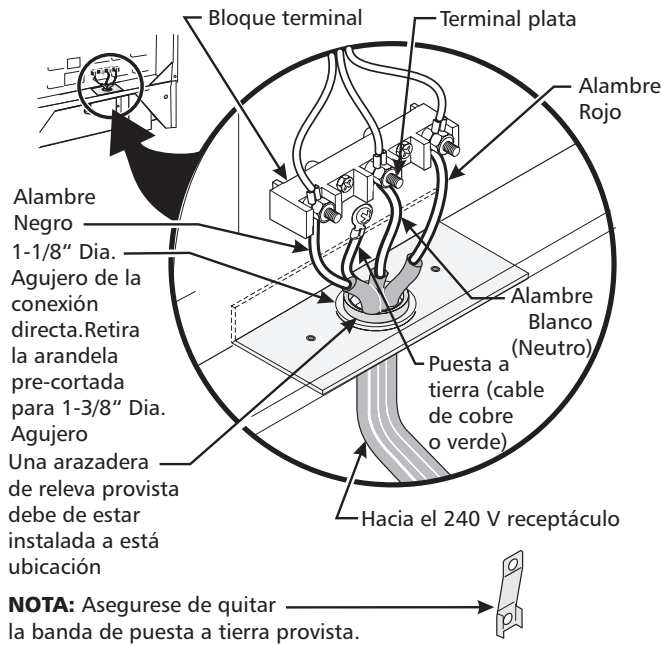

Figura 5
Para las casas sobre ruedas, las nuevas instalaciones, en los vehículos de recreación o en las áreas donde los códigos locales no permiten la conexión del conductor a tierra al neutro, un ensamblaje de suministro eléctrico de 4 conductores para estufas, clasificado a 125/250 voltios 30A, debe de ser utilizado (ver la figura 5).
4. Conecte el alambre de puesta a tierra (verde) del cordón eléctrico de cobre al marco del artefacto con el tornillo de puesta a tierra, usando el agujero en el marco donde se quitó el tornillo de puesta a tierra (vea Figura 5).
Si el aparato está conectado directamente al cortacircuito, a la caja de fusibles o a la caja de empalmes, use un cable blindado flexible o no metálico recubierto de cobre (con alambre a tierra). Provee una abrazadera relevo de anclaje homologado UL a cada extremidad del cable. A la extremidad del electrodoméstico, el cable pase a través del agujero de la conexión directa (ver Figura 5) en el cordón de la placa de montaje. El tamaño de los alambres (**alambre de cobre solamente**) y las conexiones deben estar conforme al régimen del electrodoméstico.